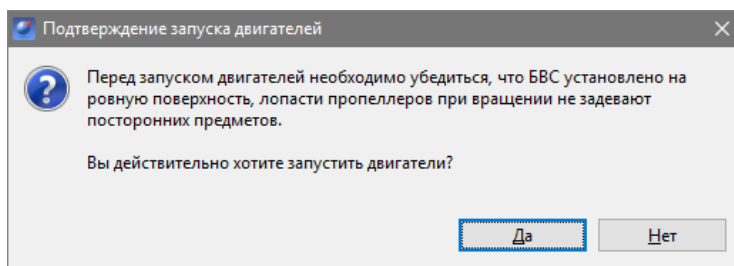

Рис. 112: Подтверждение запуска двигателей
2. Убедитесь, что ничего не мешает вращению лопастей и подтвердите запуск двигателей (рис. 112).